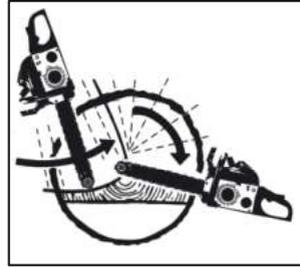

Рис. 11Г
**ПРЕДУПРЕЖДЕНИЕ:** При увеличении запила (D) дерево должно начать падать в направлении заданном запилom (C). Как только дерево начало падать, выньте пилу из реза, заглушите двигатель и затормозите цепь. Отойдите на безопасное расстояние по заранее намеченному пути отступления (рис. 11 А).